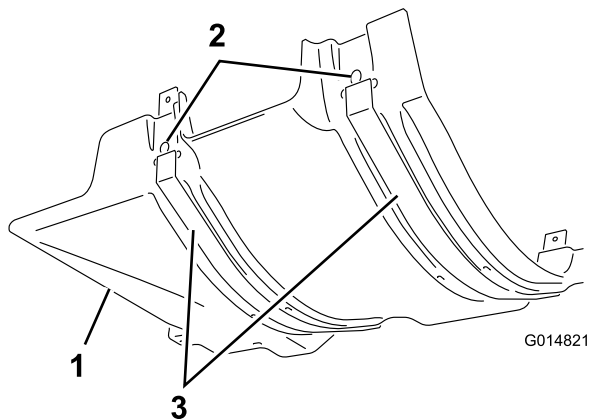

Figura 3
1. Insira as correias do resguardo de calor nas ranhuras do resguardo de calor do motor traseiro (Figura 3) e prenda a correias ao resguardo com 6 tampões de escoamento.